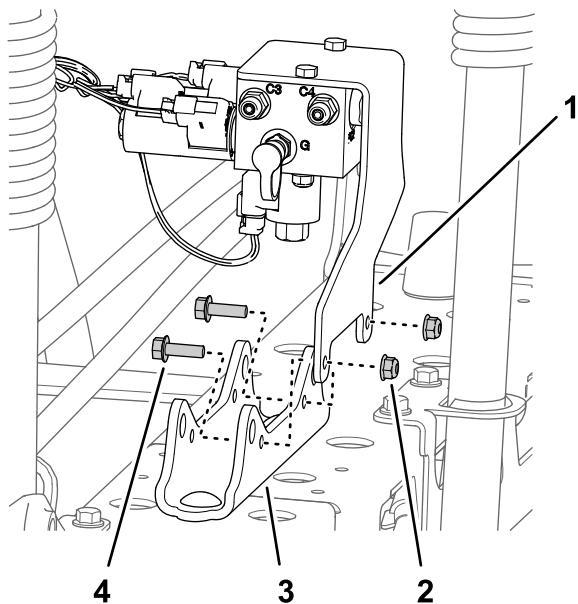

Figure 43
- **Machines sans kit de mise à niveau de rampe ultrasonique en option :** retirez les 2 contre-écrous à embase (5/16") et les 2 boulons à embase (5/16" x 1") qui fixent la patte de support du collecteur de levage de section au support de vérin, et déposez le collecteur et la patte de support du support de vérin (Figure 43).